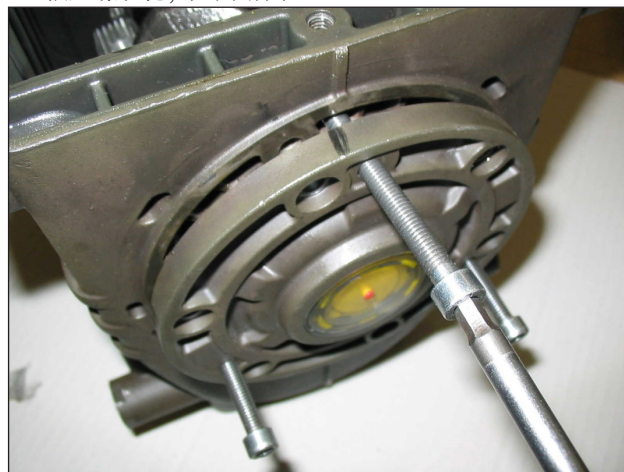

图3
- 侧盖，抽出侧盖时利用三个M6x50全螺纹螺丝，将它们插入螺纹孔，如图3所示。